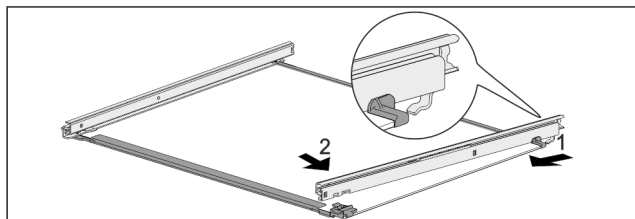

Fig. 125 Стеклопластина с направляющими
- Зацепите направляющую сзади. Fig. 125 (1)
- Защелкните направляющую спереди. Fig. 125 (2)